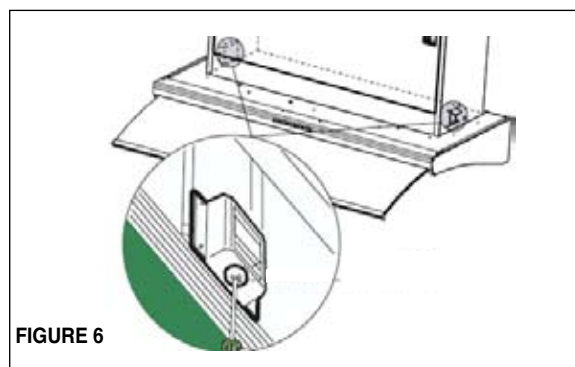

FIGURE 6
4. La hotte de cuisinière est fixée au cabinet par deux vis à ressort, une de chaque côté de la hotte (**FIGURE 6**). Soulever la hotte dans l'ouverture du cabinet. Vous assurer de ne pas endommager le cabinet, la hotte ou tout autre appareil.
6. Reserrer la hotte au cabinet en effectuant une rotation des vis avec un tournevis phillips. Tel que démontré à la **FIGURE 6**.